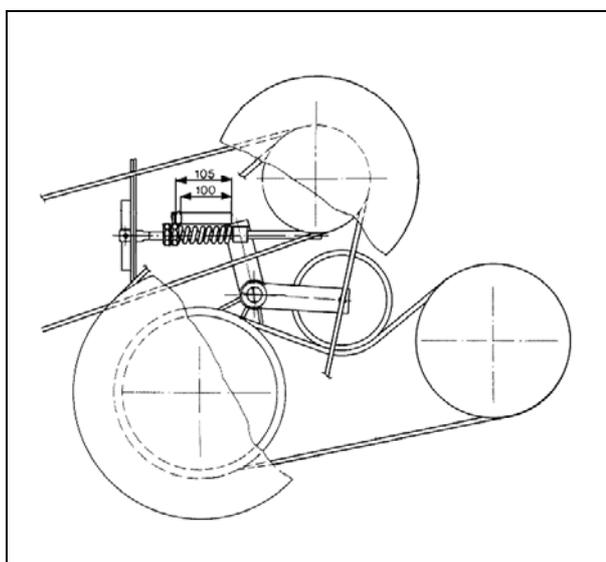

Рисунок 13
7. Отрегулируйте пружину (А) на натяжителе ремня до длины 100 мм и зафиксируйте ее контргайкой (Рис. 13).